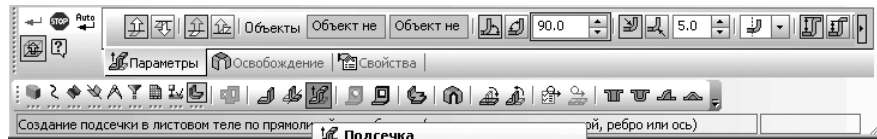

Рис. 7.99. Панель свойств: Подсечка, Компактная панель и Строка сообщений
- щелкните в **Компактной панели** с активизированной кнопкой переключателем  – **Элементы листового тела** по кнопке  – **Подсечка**. Появится соответствующая **Панель свойств: Подсечка**. Это состояние системы для листовой детали показано на рис. 7.99.